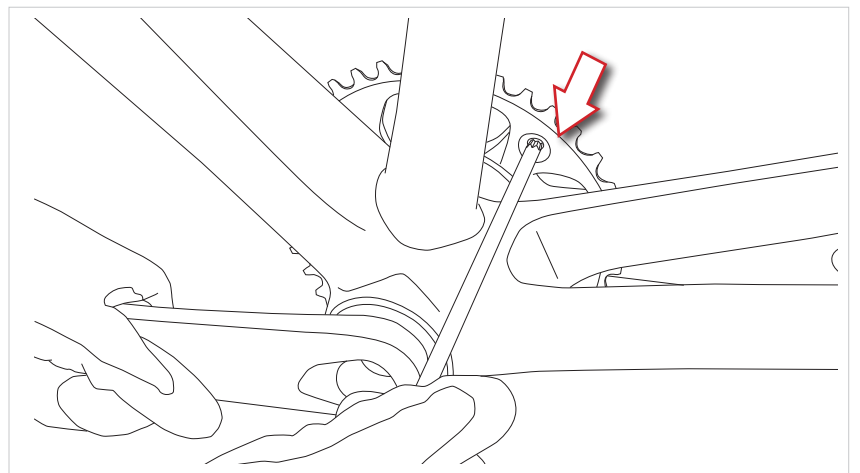

Fig.3
- Lösen Sie ausgehend von der Innenseite Ihres Fahrrads die vier Schrauben des Kettenrads mit einem Torx-Schlüssel 30 (**Abb.3**).